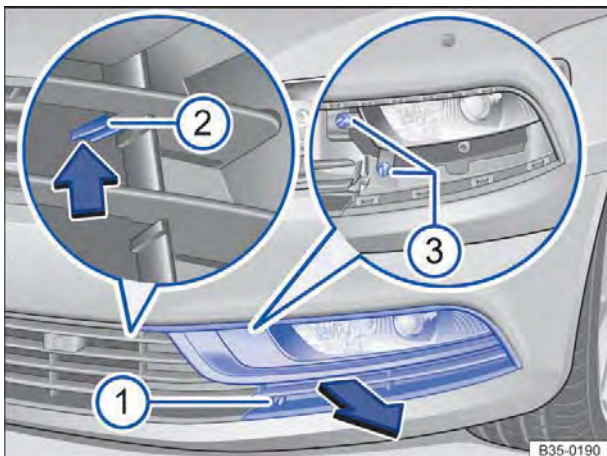
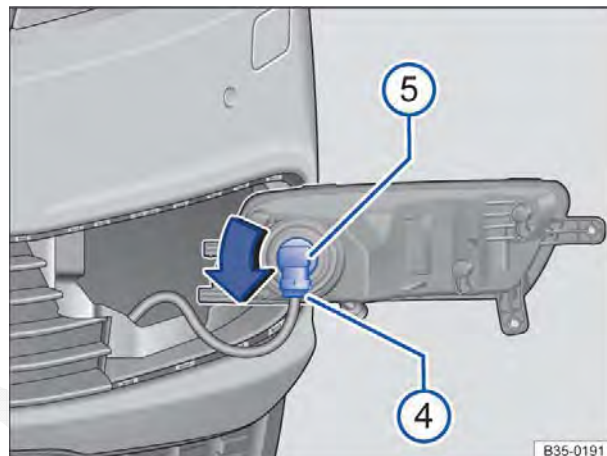

Fig. 246 No para-choque dianteiro à esquerda: farol de neblina.
Fig. 247 No farol desmontado: substituir a lâmpada incandescente.
2. Com a chave de fenda das ferramentas de bordo ⇒ Página 393, desaparafusar o parafuso de fixação ⇒ Fig. 246 ①.
3. Pressionar a lingueta ② no sentido da seta para cima, para soltar o encaixe.
4. Puxar a cobertura ⇒ Fig. 246 para frente no sentido da seta, para fora do para-choque.
5. Com a chave de fenda das ferramentas de bordo desaparafusar os parafusos de fixação ③.
7. Destruar a conexão do conector ⇒ Fig. 247 ④ e retirar o conector.
8. Girar a lâmpada incandescente ⑤ no sentido anti-horário até o batente e retirá-la.
10. Colocar a lâmpada incandescente ⑤ na carcaça do farol e girar no sentido horário para a posição inicial.
12. Colocar a tomada ④ na lâmpada incandescente, até que ela se trave de maneira audível.
14. Instalar os parafusos de fixação ⇒ Fig. 246 ③.
15. Colocar a cobertura contra o sentido da seta ⇒ Fig. 246 no para-choque. Para tanto a lingueta ② deve encaixar.
16. Instalar os parafusos de fixação ①.